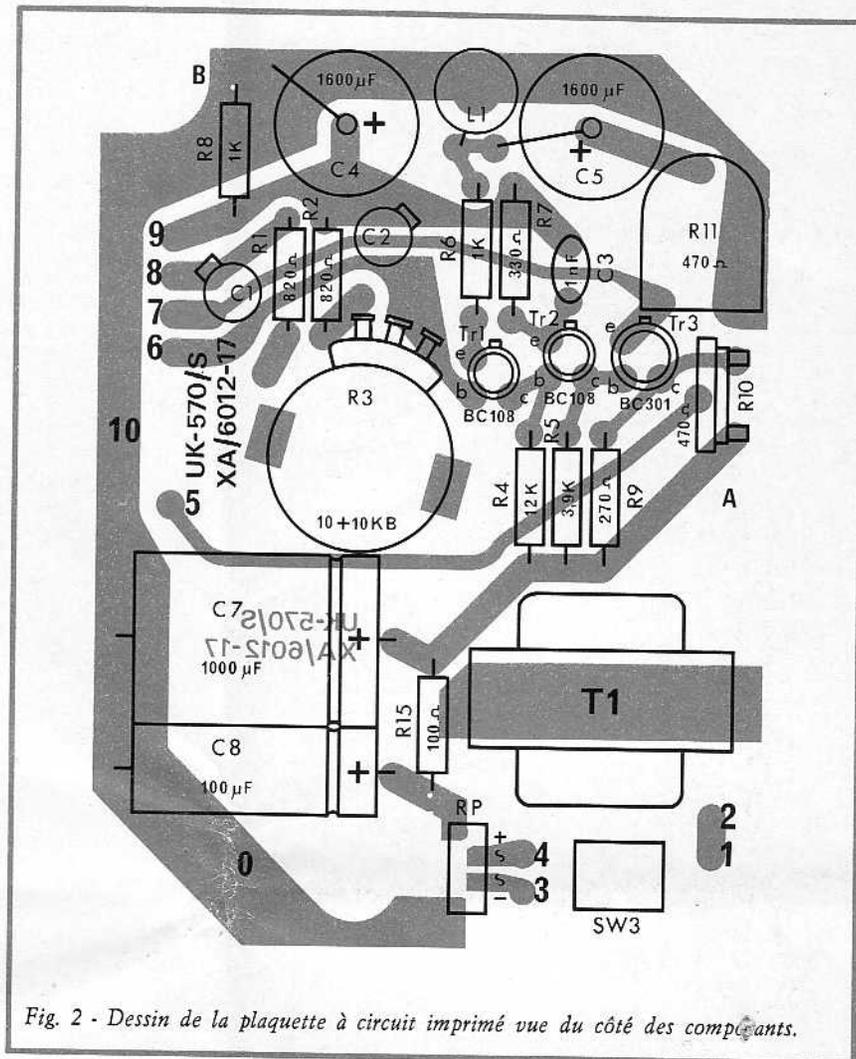

Fig. 2 - Dessin de la plaquette à circuit imprimé vue du côté des composants.
La figure 2 représente la plaquette à circuit imprimé vue du côté des composants, afin de mettre en évidence la position de chacun d'eux, grâce à l'emploi des mêmes sigles d'identification que ceux qui sont reportés sur le schéma électrique de la figure 1.
Plier les deux extrémités de ces deux condensateurs à angle droit, dans la même direction, et les introduire dans les trous correspondants en respectant la polarité indiquée sur la figure 2. Souder les quatre extrémités du côté opposé et limiter la longueur à 1,5 mm au maximum en coupant la partie en excès à l'aide d'une pince.
□ Couper les languettes latérales comme il est indiqué et introduire les contacts de chacun de ces compensateurs dans les trous correspondants suivant les indications de la figure 2, en les orientant comme le montre cette dernière. Souder ensuite les extrémités du côté opposé et limiter la longueur à 1,5 mm.
Le deux contacts portant le symbole du courant alternatif (\sim) devront se trouver au centre, tandis que celui ayant le signe (\rightarrow) doit se trouver en bas, et celui ayant le signe (+) en haut, toujours par rapport à l'orientation représentée à la figure 2. Introduire les contacts dans les quatre trous de manière que le boîtier du redresseur se trouve à environ 3 mm du côté isolé de la plaquette; souder du côté opposé et limiter leur longueur à 1,5 mm du côté cuivre comme précédemment.